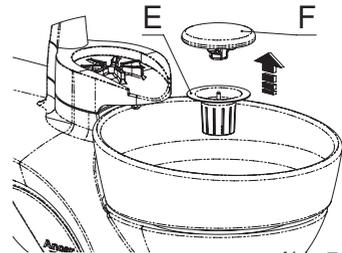

Abb. 7
Um Verspritzen sowie das Eindringen von Feststoffen zu vermeiden, ist das Mundspülbecken am Ablauf mit einem Filter (E) und einer Abdeckung (F) ausgestattet. (Abb. 7).